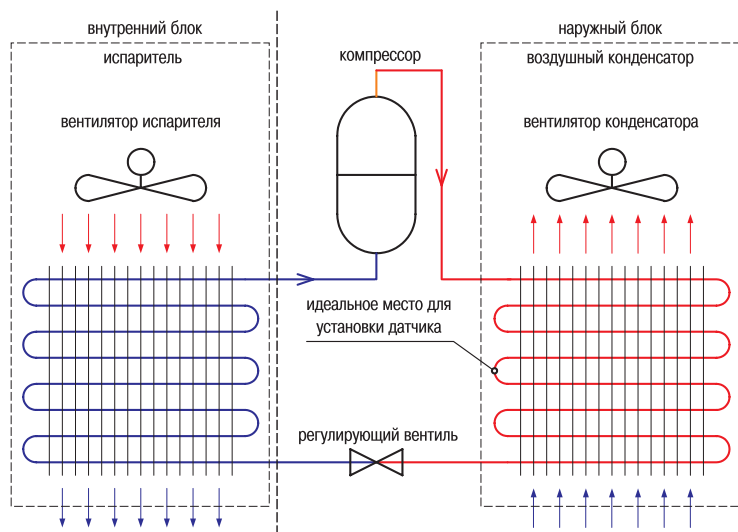

Рис. 4
5.2. Демонтировать панели, крышки на наружном блоке кондиционера для установки регулятора и датчика. На рис. 4 показано устройство кондиционера, для работы с которым предназначен прибор.
5.3. Определить место для установки датчика. Датчик следует устанавливать посередине фреонопровода воздушного конденсатора, т. е. на среднем калаче (соединителе прямых отрезков трубопровода), см. рис. 4.